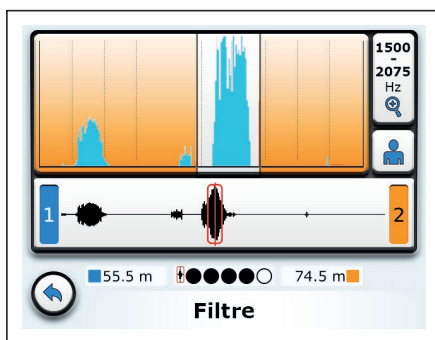

Fig. 26: Menu **Filtre** : après modification manuelle, le symbole **Manuel** s'affiche sous le bouton **Limites de filtre**.
5. Touchez **Retour**. Le récepteur revient au menu **Filtre**. Le symbole **Manuel** est affiché sur le bouton **Filtre actuel** (voir fig. 26).